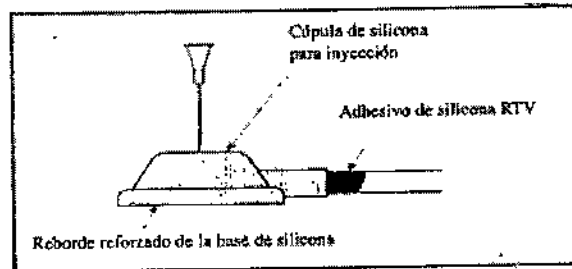

Figura 2
- a) Insertar una aguja nueva calibre 21 (o menor) en el lugar de inyección. Lo ideal es que la aguja entre perpendicular a la parte superior del lugar de inyección, como se ilustra en la Figura 2.